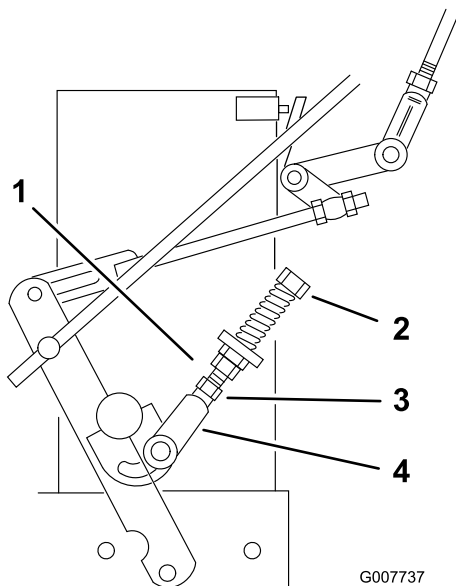

Bild 32
Neutral-Steuergestänge eingestellt werden (Bild 32).
10. Lösen Sie die Mutter gegen den Neutral-Steuergestängebügel (Bild 32).
11. Stellen Sie das Neutral-Steuergestänge ein, bis sich das entsprechende Antriebsrad nicht mehr dreht, wenn der Antriebshebel gegen die Neutral-Feder (Neutral-Stellung gezogen wird (Bild 32).
12. Drehen Sie die Einstellschraube um ca. eine Viertelumdrehung nach rechts, wenn sich das Rad rückwärts dreht, oder drehen Sie die Schraube um ca. eine Viertelumdrehung nach links, wenn sich das Rad vorwärts dreht (Bild 32).